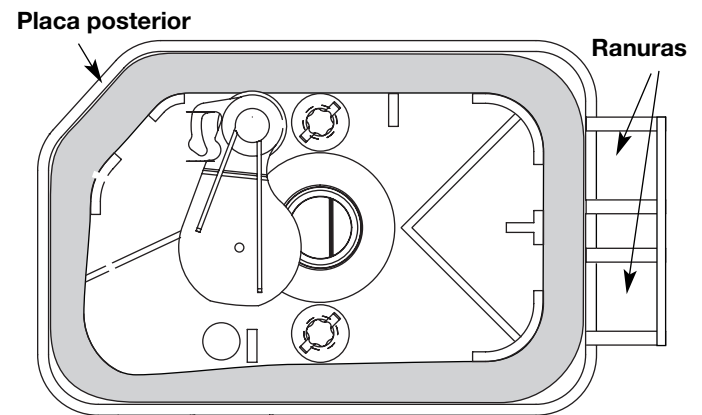

Fig. 32
6. Vuelva a colocar el filtro (Fig. 32).